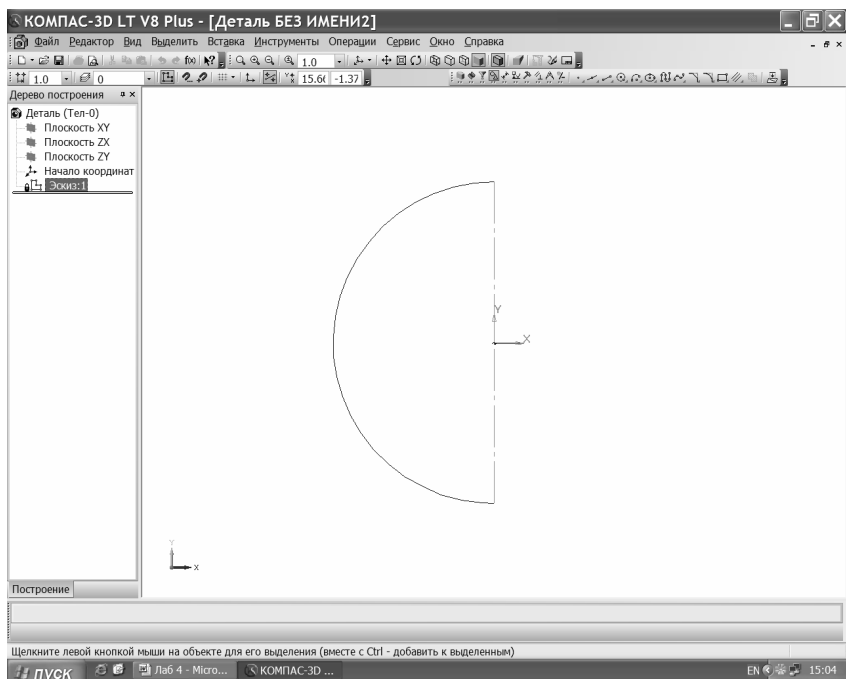

Рис. 47. Эскиз для создания сферы
3. В Дереве построений выберите плоскость **XV**, создайте эскиз сферы с радиусом 50 мм, как показано на рис. 47, с помощью «*Дуги*» и «*Отрезка*» (стиль линий отрезка – «*Осевая*»).